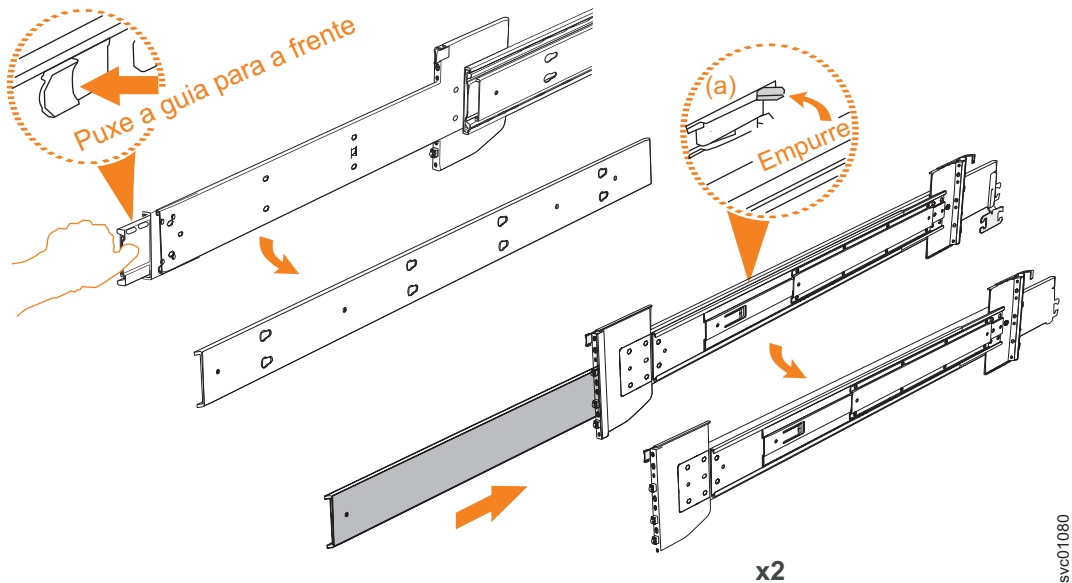

Figura 55. Removendo a seção interna do trilho
3. Remova o membro interno do trilho. Empurre a guia (**a**) e deslize de volta o membro do trilho do meio, conforme mostrado em Figura 55 na página 64.